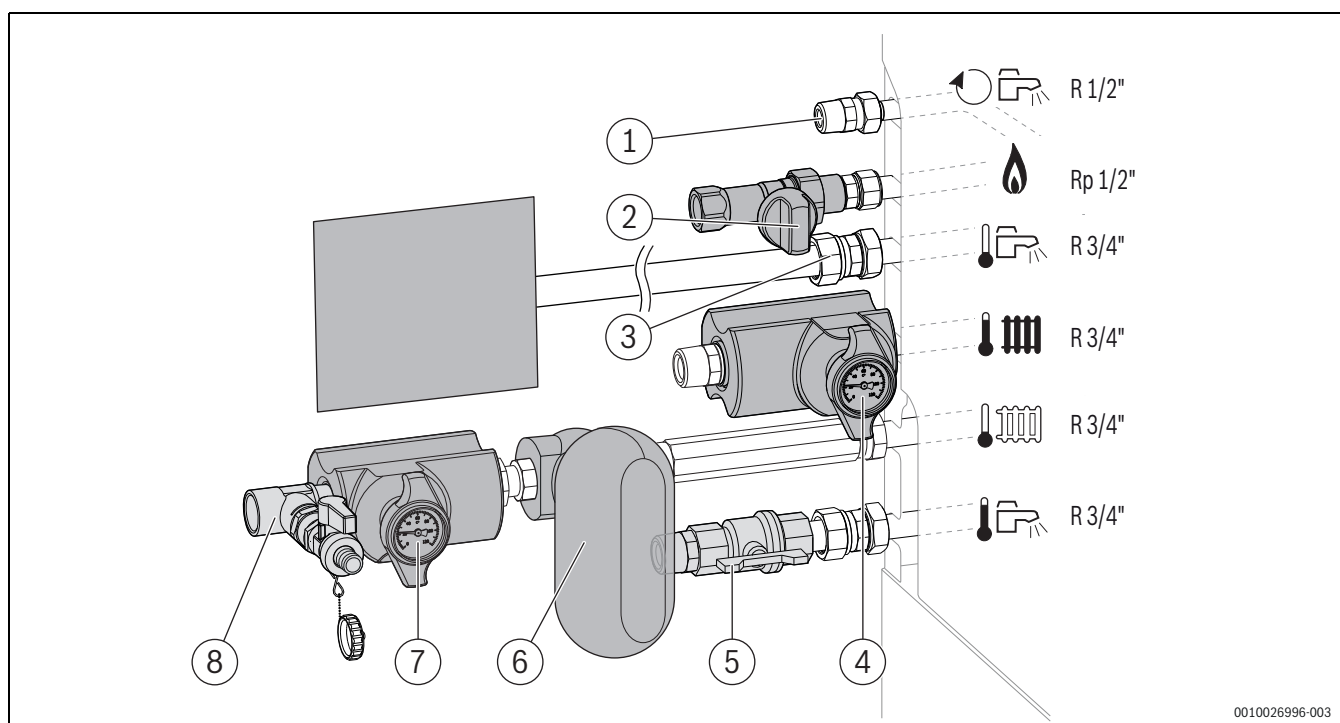

Bild 124 Armaturen-Set Zubehör CS 28-1 – Beispiel: Anschlüsse horizontal auf der linken Seite
- ▶ Heizungsvorlaufhahn (→ Bild 124, [3]) und Heizungsrücklaufhahn (→ Bild 124, [5]) öffnen.
- ▶ Heizungsanlage auf 1 bis 2 bar über Fülleinrichtung (Zubehör CS 30) (→ Bild 124, [4]) füllen.